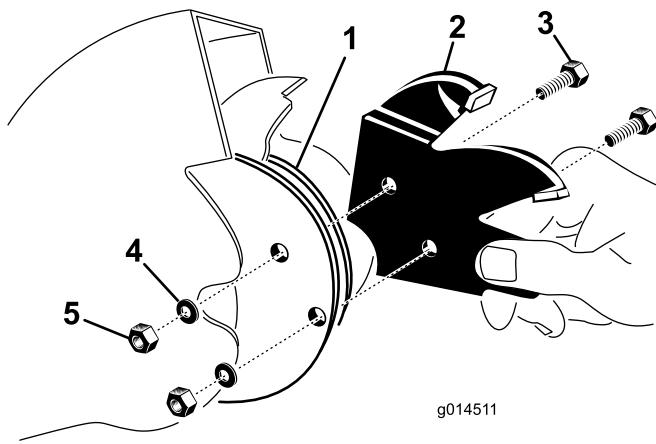

Figura 23
2. Retire los dos pernos que sujetan cada sección de cuchilla. Tenga cuidado de que al aflojarse, las secciones no puedan caer y romperse (Figura 23).
4. Introduzca la sección de la cuchilla entre las bridas de montaje de la cuchilla (Figura 23) y sujétela con 2 pernos, arandelas de freno y tuercas.